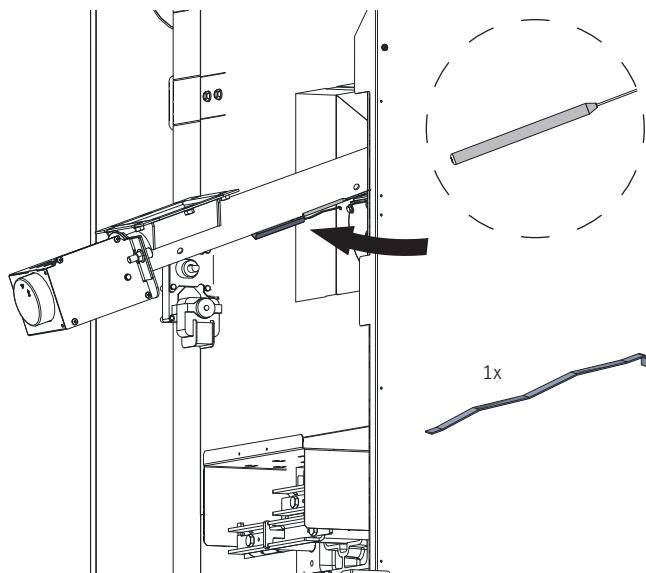

Fig. 35 Introdurre completamente la sonda per il termostato di sicurezza del tubo della coclea
- Spingere la sonda per il termostato di sicurezza del tubo della coclea nella sede della sonda fino alla battuta – Fig. 35. Se necessario, piegare leggermente l'alloggiamento sonda in modo che la sonda entri. La sonda deve toccare.